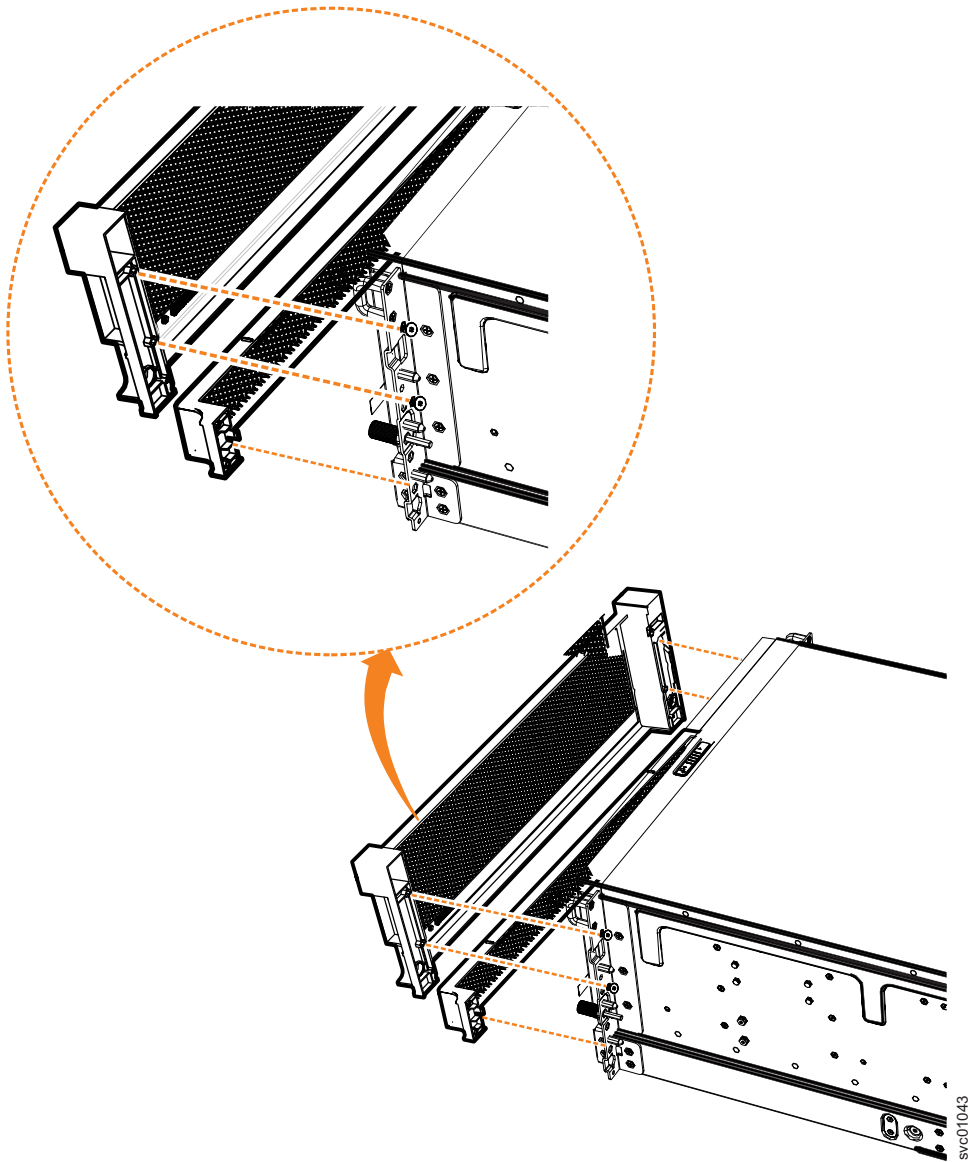

图 74. 从扩展机柜上卸下面板组件
2. 通过卸下用于将面板连接到机箱两侧凸缘上的两颗螺钉来卸下前部面板，如第 84 页的图 74 中所示。
3. 轻轻地拉动 PSU 面板两侧以从机箱中将其卸下，如图 74 中所示。PSU 面板将与用于将其连接到机箱两侧的插槽和插销脱离。